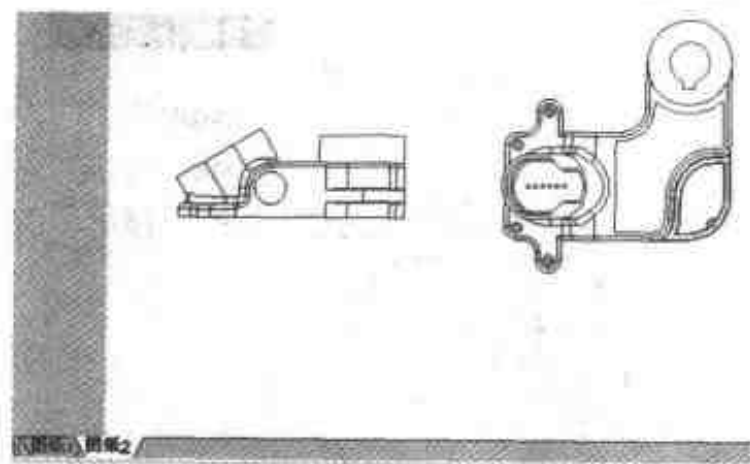

图 2.86 增加第二张图纸
- (1) 选择【生成】|【图纸】命令，可以生成一个新布局图图纸版面。这时在绘图区底部的图纸编号标签栏中，会出现【图纸 2】标签。
- (2) 选择第 2 张图纸，并选择【标准视图】工具，选择【顶部视图】和【正视图】，然后单击【确定】按钮。
- (3) 俯视图和正视图出现在新的图纸上。右击俯视图，然后选择【取消对齐】命令。现在可以使用手动方式重新安排视图(要移动一个视图，选择该视图，然后拖动它的边界)。如果需要，改变视图的比例，使它如图 2.86 所示。